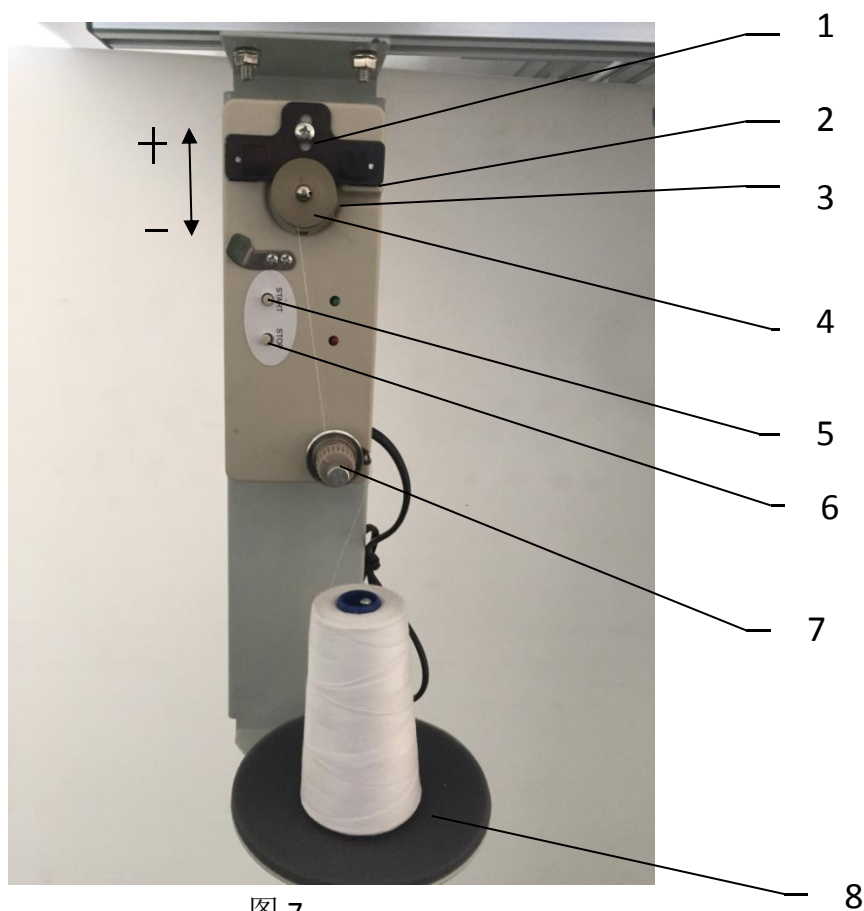

图 7
## 2.3 梭芯绕线（图 7）
- 一 线团 8 放入线轴上，见图 7；
## 2.4 梭芯绕线量的调节（图 7）
梭芯绕好线后，位置或形状如图 8.1，如出现图 8.2、图 8.3 形状时，需松开图 7 中的螺钉 7，上下移动件 4 的位置，使绕好的梭芯线如图 8.1